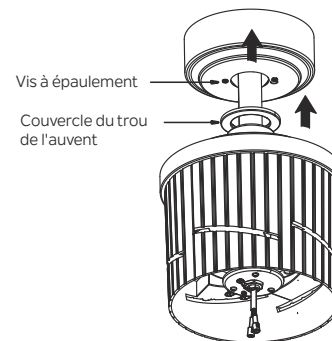

Fig. 17
**Étape 3.** Fixez et serrez solidement le couvercle du trou de l'auvent sur les vis à épaulement du support de montage en utilisant la fonction de verrouillage par rotation de la rainure de clé. (Fig. 17)